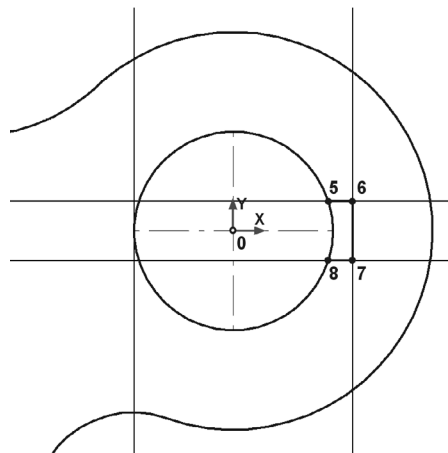

Рис. 25.13. Построение ломаной линии
- 14.5. Нажмите кнопку **Непрерывный ввод объектов** на панели **Геометрия**. Постройте ломаную линию 5–6–7–8, как это показано на рис. 25.13. Построение начните от точки 5. Используйте привязку **Пересечение**.